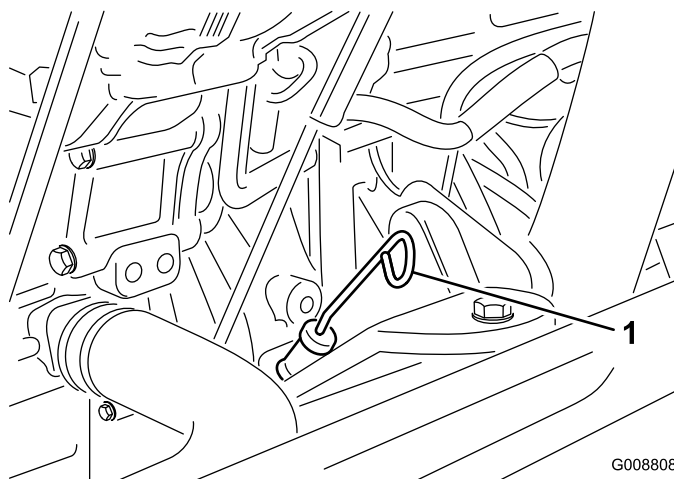

Figure 8
3. Sortez la jauge, essuyez-la sur un chiffon propre, remplacez-la dans le goulot de remplissage, puis ressortez-la. Le niveau d'huile doit atteindre le repère du plein (Figure 8).